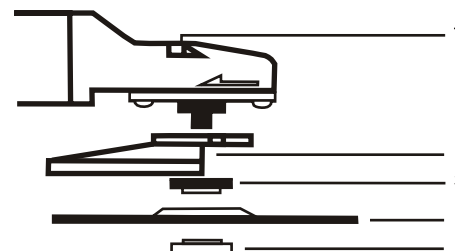

Рис. 2
7.2 Для монтажа рабочего инструмента отключить от сети штепсельную вилку шлифмашины. Фиксируя вал нажатием кнопки 1 механизма стопорения (рис.2), смонтировать круг в соответствии с рис. 2. Для закручивания гайки использовать ключ, имеющийся в комплекте поставки. Не прилагать усилия затяжки более 3 кг/м. Проверить вращение вала с рабочим инструментом (вращение от руки должно быть свободным).